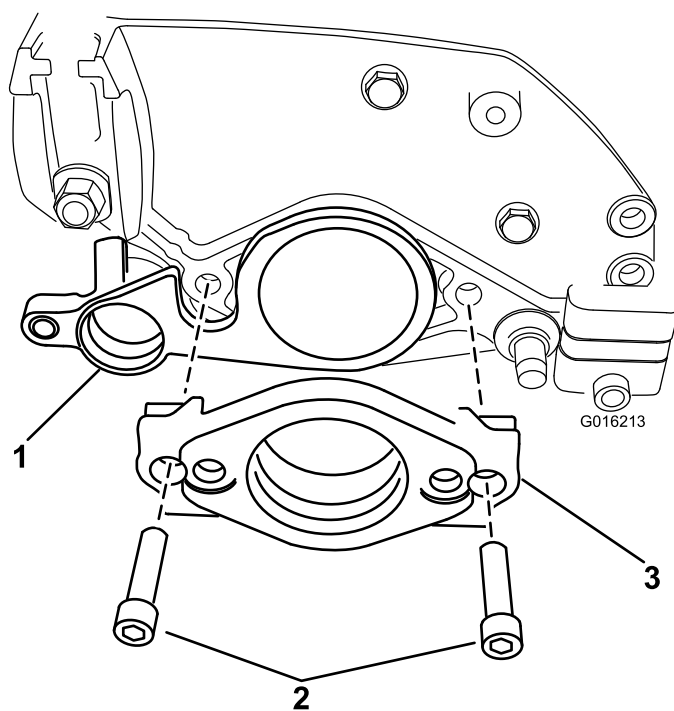

Рисунок 7
17. Другой конец вала механической щетки вставьте в опору подшипника левой боковой плиты (**Рисунок 7**).
18. Вставьте монтажную опору двигателя в боковую плиту. Прикрепите монтажную опору двигателя и боковую плиту к левому концу режущего блока двумя болтами с внутренним шестигранником и гайками, снятыми ранее (**Рисунок 7**).